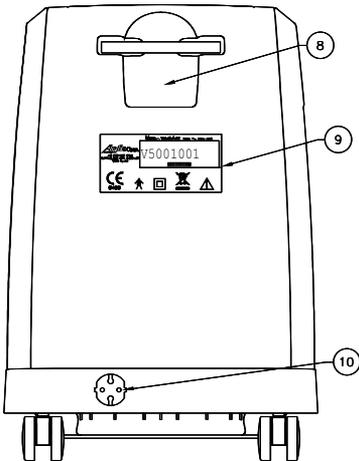

Fig. I.2
I. 2. Painel traseiro (Fig. I. 2).....	2-PT
I. 2. Painel traseiro (Fig. I. 2)